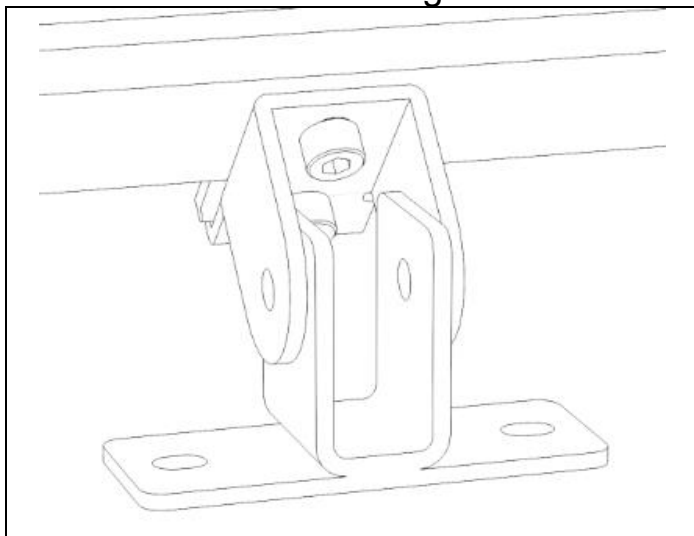

Bild 9
- Wiederholen Sie die obigen Schritte für das andere Rückbein (B).
Schritt 3: Verbinden Sie das Frontbein (A) mit dem Halter (C2)
- Richten Sie die Löcher des Halters (C2) und des Frontbeins (A) aufeinander aus (Bild 9).